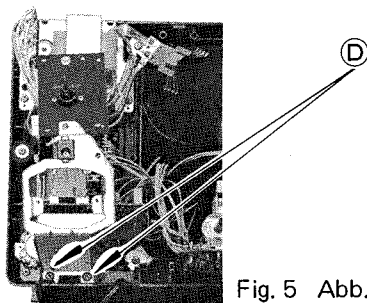

Fig. 5 Abb. 5
1. Remove 2 screws (D) as in fig. 5.
1. 2 Schrauben (D) wie in Abb. 5 entfernen.